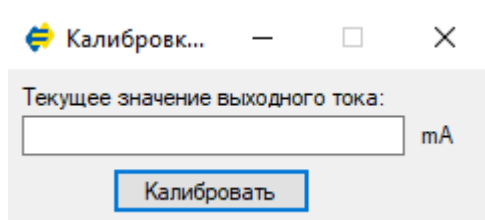

Рисунок 2 - Окно калибровки токового выхода 4мА
- внести фактическое значение тока, зафиксированное на амперметре, и нажать "калибровать" (рисунок 2).